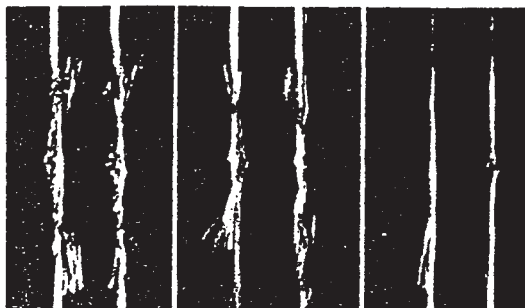

Bild 5
- zu geringe Festigkeit der Verklebung (siehe Bild 5).